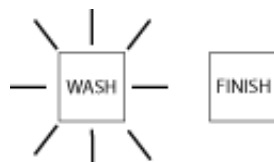

Fig.17
- Espere hasta que se muestre el ciclo "END" terminado, abra la puerta y saque los platos limpios cesta. (Fig. 17)